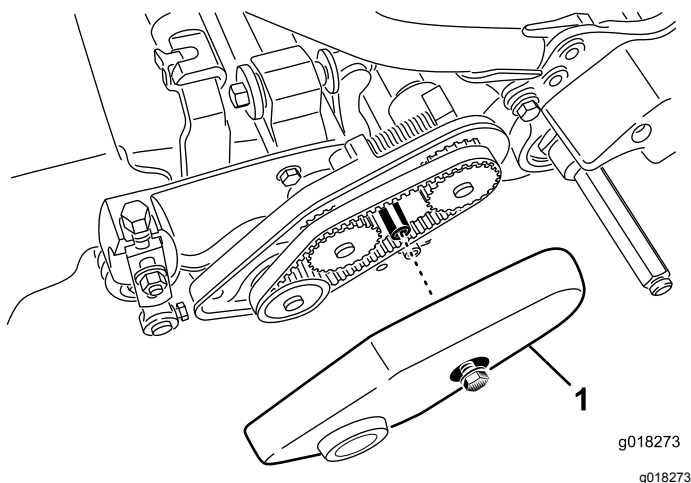

Figura 45
1. Afloje el perno que sujeta la cubierta de la correa y retire la cubierta de la correa para tener acceso a la correa (Figura 45).